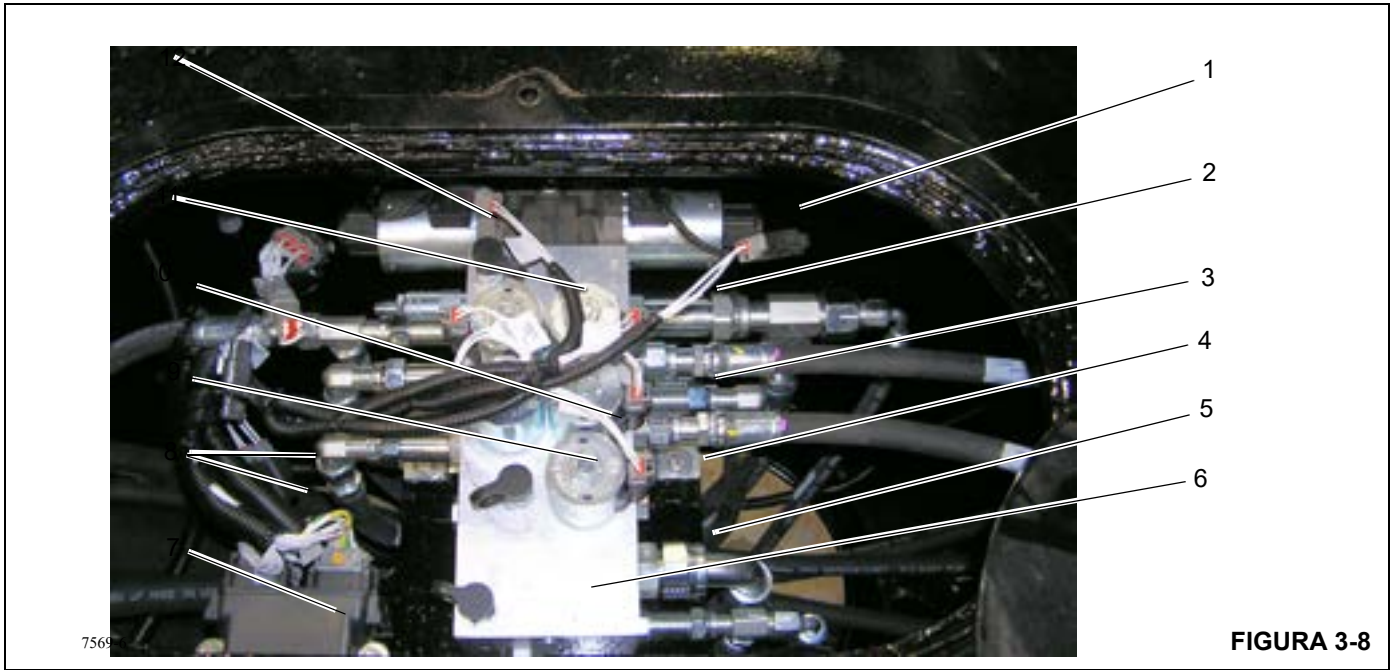
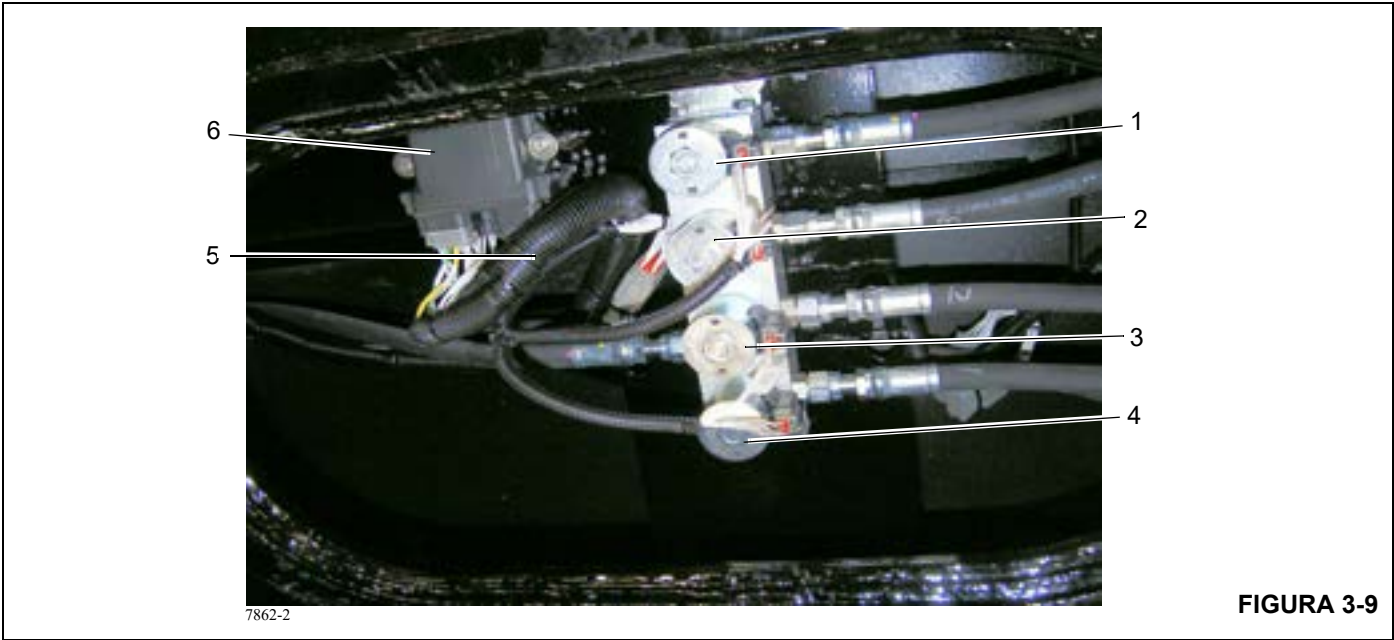

Figura 3-8 Lista de artículos
Figura 3-9 Lista de artículos
Hay dos colectores de estabilizadores ubicados en el bastidor de la caja de torsión de la grúa. El colector de estabilizadores delantero está montado en el centro del bastidor entre la cabina y la caja de estabilizadores delanteros (Figura 3-8).
caja de estabilizadores traseros de la superestructura (Figura 3-9).
NOTA: Los módulos de estabilizadores delantero y trasero (Figura 3-8 y Figura 3-9) no se pueden reparar; comuníquese con el servicio al cliente de Manitowoc Crane Care si tiene preguntas sobre el servicio técnico y la reparación del módulo.
Los solenoides del colector de estabilizadores delantero (Figura 3-8) controlan la selección de los componentes de estabilizadores delanteros, el estabilizador delantero sencillo (SFO) opcional (si lo tiene) y las funciones de extender y
- El solenoide del estabilizador delantero sencillo (SFO) (4) (si lo tiene) extiende o retrae el SFO cuando se lo activa. Toda vez que se oprima el botón de retracción en la caja de control de estabilizadores, el estabilizador delantero sencillo es el primero en retraerse.
- El solenoide de extensión (12) controla las funciones de extensión de todos los componentes de estabilizador.
- El solenoide de retracción (1) controla las funciones de retracción de todos los componentes de estabilizador.
- Los solenoides (2), (3) y (10), (11) controlan los componentes de estabilizadores delanteros. Vea la Figura 3-8 para la identificación de solenoides.
- Los módulos delanteros inferiores N° 1 y N° 2 están montados en el tubo (7) y conectados al arnés de alambrado principal del bastidor inferior (8), proporcionando datos funcionales del estabilizador al colector de estabilizador delantero.
Los solenoides del colector de estabilizadores traseros controlan las funciones de los estabilizadores traseros. Vea la Figura 3-9 para la identificación de solenoides.